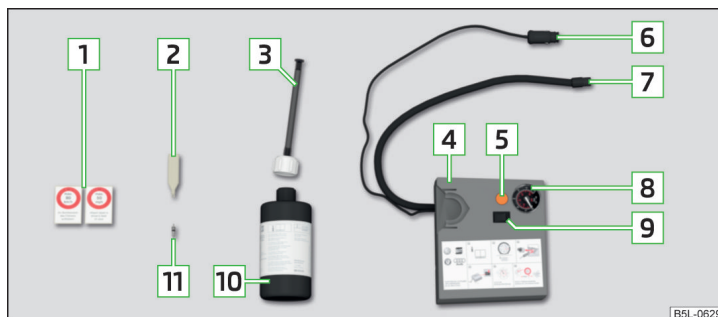

Fig. 164 Descrierea setului de pană
- Montați cheia de ventile **[2]** » *fig. 164 la pagina 146* pe ventil, astfel încât ventilul să intre în fanta cheii de ventile.
- Scuturați de câteva ori bine recipientul **[10]** » *fig. 164 la pagina 146*.
- Înșurubați bine furtunul de umplere **[7]** » *fig. 164 la pagina 146* pe ventil.
- Lipiți autocolantul corespunzător **[1]** » *fig. 164 la pagina 146* pe planșa de bord, în câmpul vizual al șoferului.